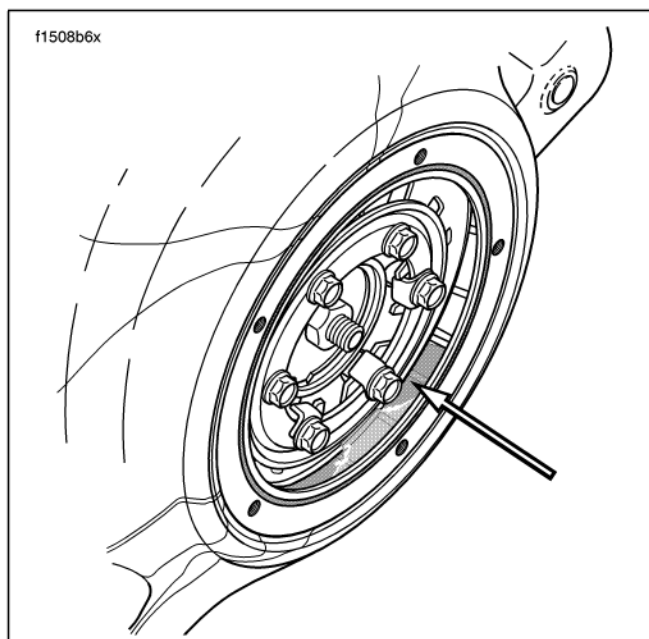

Figura 56. Livello dell'olio con la motocicletta in posizione verticale
6. Vedere la Figura 56. Con il veicolo verticale e non appoggiato sul cavalletto, il livello dell'olio deve essere visibile sul fondo del carter della catena.